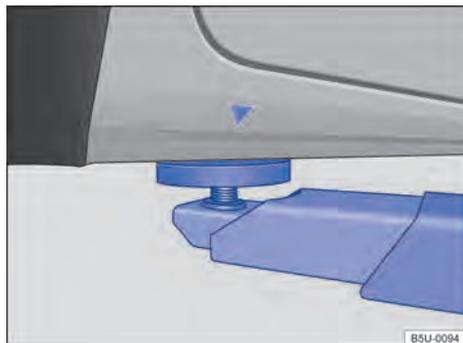
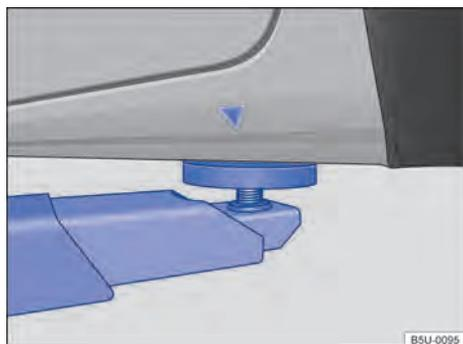

Fig. 226 Puntos de apoyo delanteros para la suspensión con plataforma elevadora o con gato.
Fig. 227 Puntos de apoyo traseros para la suspensión con plataforma elevadora o con gato.
El vehículo debe ser suspendido solamente por los puntos indicados en las figuras → fig. 226 y → fig. 227. Si el vehículo no está suspendido por los puntos indicados, pueden ocurrir daños en el vehículo →  y lesiones graves → .
- Suspender el vehículo solamente por los puntos indicados en las figuras → fig. 226 y → fig. 227. Si el vehículo no es suspendido por los puntos indicados, puede caer de la plataforma elevadora cuando, por ejemplo, se desmonta el motor o la suspensión.